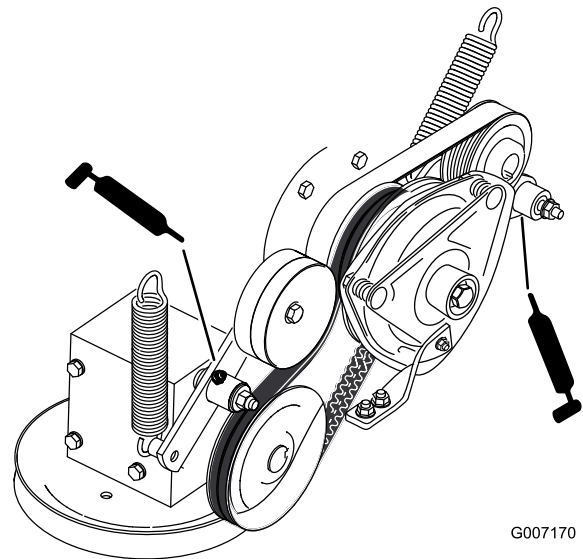

Bild 41
9. Fetten Sie den Spannarm des Zapfwellenkeilriemens ein (Bild 41).
10. Fetten Sie den Spannarm des Pumpenriemens ein (Bild 41).